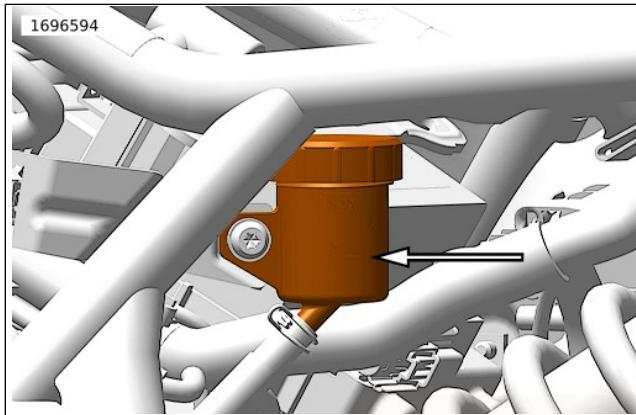

Abbildung 60. MIN-Markierung am Hinterrad-Hauptbremszylinderbehälter (typisch)
3. **Hinten:** Siehe Abbildung 60. Den Füllstand im Hinterradbremseflüssigkeitsbehälter prüfen. Der Flüssigkeitsstand muss über der MIN-Marke liegen.